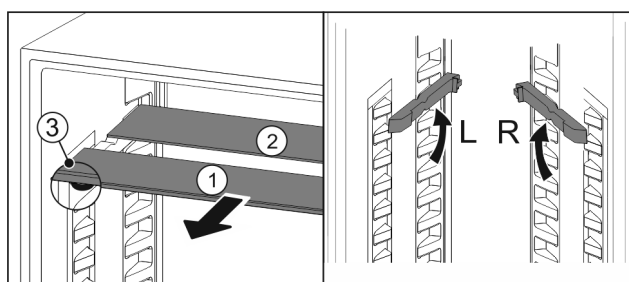

Fig. 115
- estrarre i ripiani di vetro singolarmente tirando in avanti Fig. 115 (1).
- Il piano in vetro Fig. 115 (1) con il motivo ornamentale è nella parte anteriore.
- I fermi Fig. 115 (3) sono rivolti verso il basso.